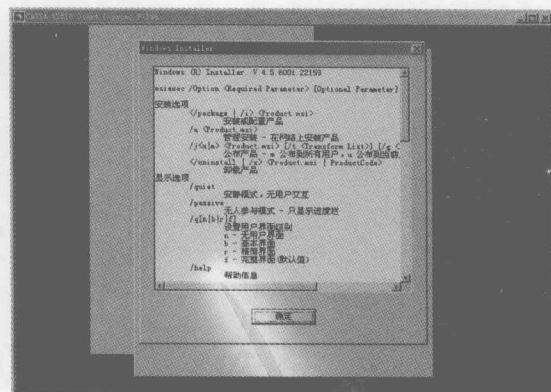
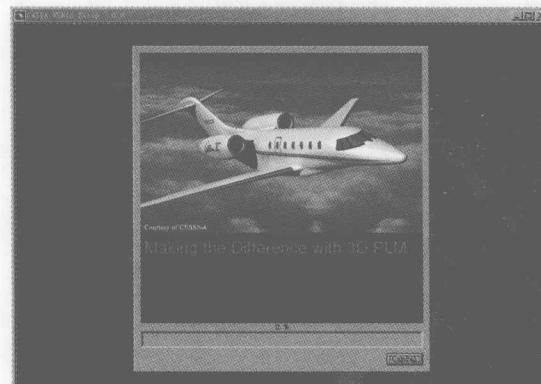

图 1-8 安装提示界面 8
图 1-9 安装提示界面 9
(8) 单击 Install 按钮，开始安装软件，出现如图 1-8 所示的 Windows 安装信息，单击“确定”按钮开始安装软件。图 1-9 所示显示了安装的进度。